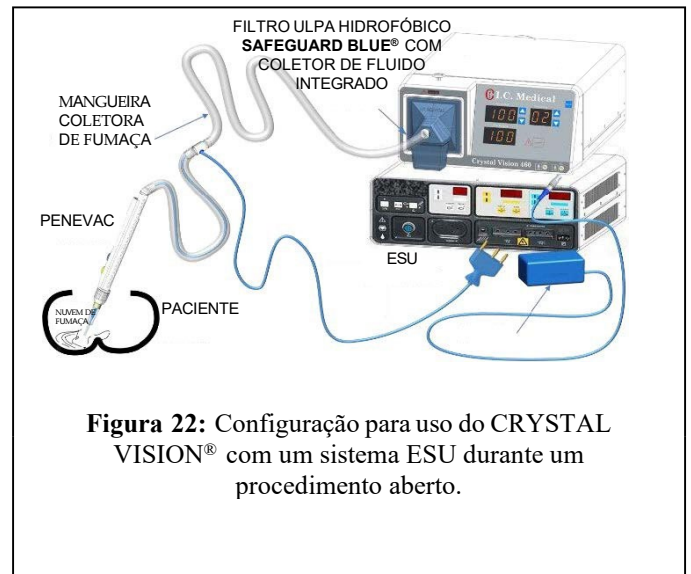

Figura 22: Configuração para uso do CRYSTAL VISION® com um sistema ESU durante um procedimento aberto.
3. Consulte a Figura 22 ou 23 para configuração.